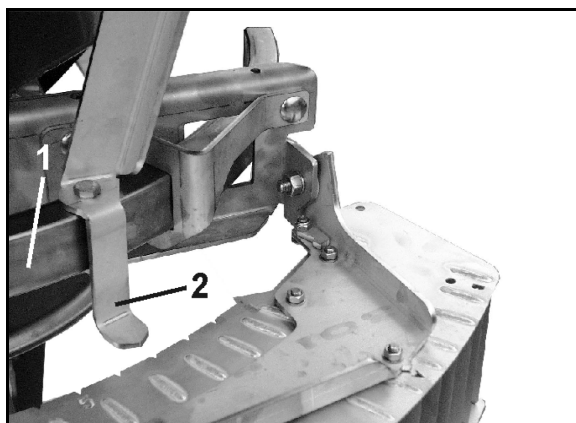

Рис. 76
2. Переміщуйте щиток для граничного розкидання по направляючій скобі (Fig. 76/1), поки стрілка (Fig. 76/2) не стоятиме на значенні налаштування з таблиці розкидання (Fig. 74).